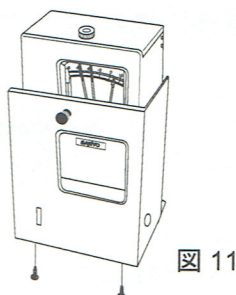

図 11
2. フリーザ用自記温度記録計(MTR-4014LH)を、記録計取付金具(MPR-S30:別売品)に同梱されている説明書を参考にして、記録計取付金具に取付けます(図 11)。